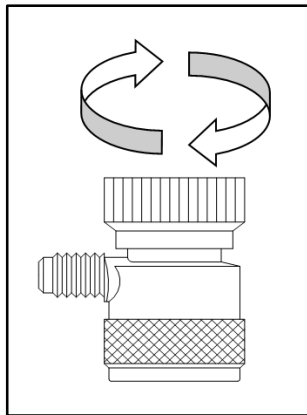

Bild 1
Die Schnellkupplung mit Sicherheitsschloss (**ROT** und **BLAU**) sollten durch Drehen des Handrad in der in Abbildung 1 gezeigter Richtung:
8. Drehen Sie die Handrade bis zu die Ventile öffnen (cfr. Bild 1).